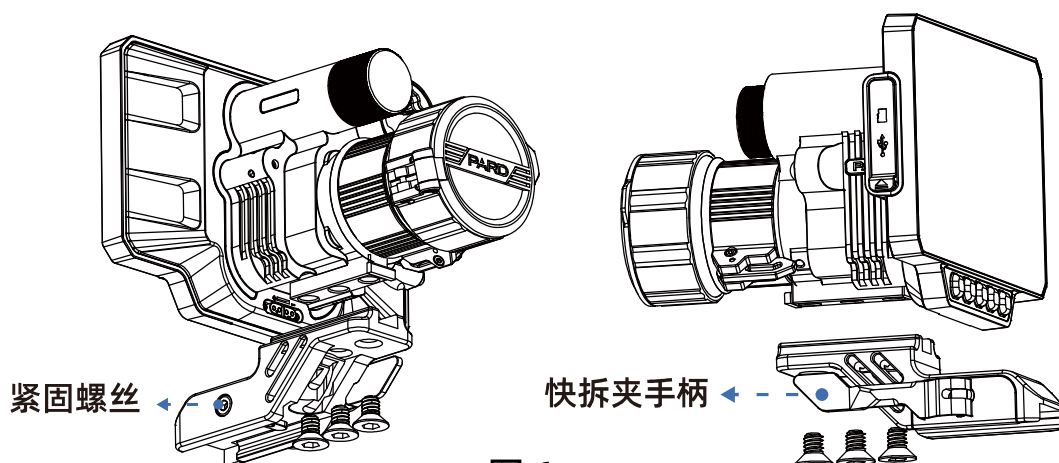

图 6
- ① 取出产品包装盒内的主机、一副快拆夹及六角扳手；
- ② 主机下方有3个螺丝孔，根据需要使用六角扳手固定好夹具；
- ③ 可以通过固定螺丝适当调整夹具位置；
- ④ 快拆夹的安装如图6所示。
- ⑤ 首先闭合快拆夹手柄，然后拧紧螺钉(图6左侧)，将其固定在导轨上。